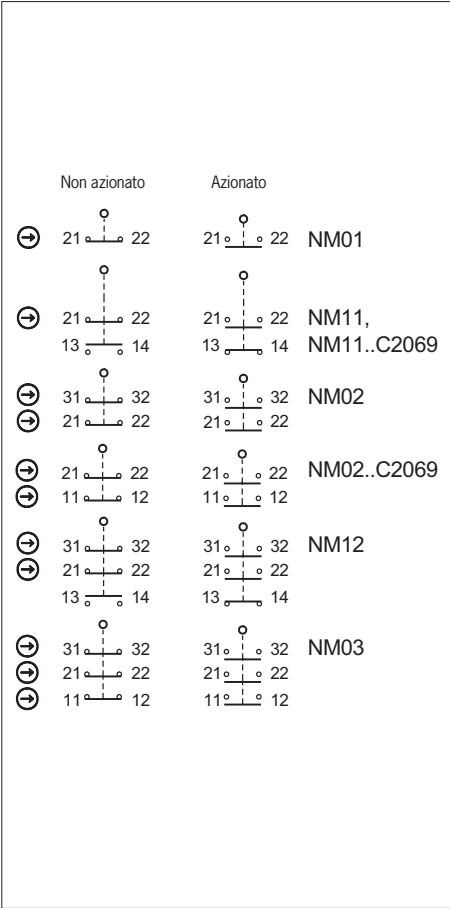

Fig. 5: Microinteruttori e commutazioni
Occorre utilizzare almeno un contatto \ominus . Questo segnala la posizione del riparo (per la disposizione dei contatti vedere Fig. 5).
3. Collegare e serrare i morsetti con una coppia di 0,5 Nm (per la disposizione dei contatti vedere Fig. 5).